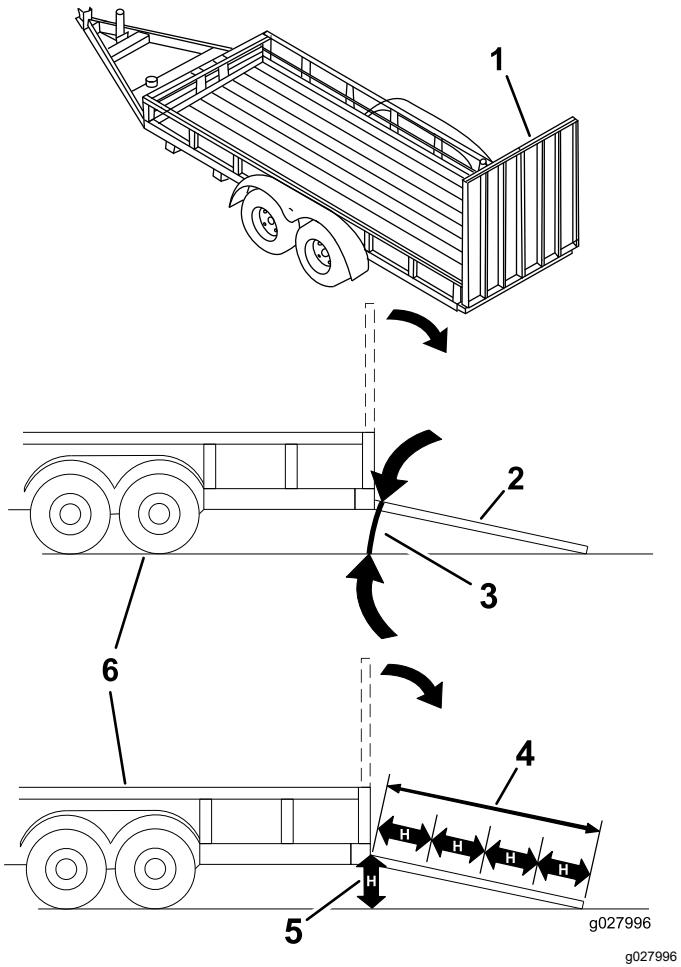

Figura 35
Încărcarea unei maini pe o remorcă sau un camion crete riscul de răsturnare și poate cauza răniri grave sau moarte (Figura 35).
3. Coborâi rampă, asigurându-vă că unghiul dintre rampă și sol nu depășește 15 grade (Figura 35).
1. Coborâi rampă, asigurându-vă că unghiul dintre rampă și sol nu depășește 15 grade (Figura 35).